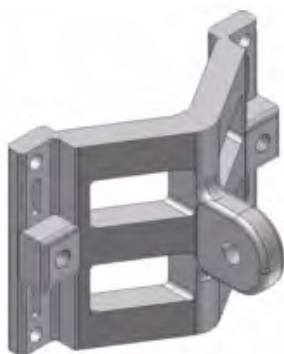

Figure G-1: grande clame
- une grande clame (voir Figure G-1)